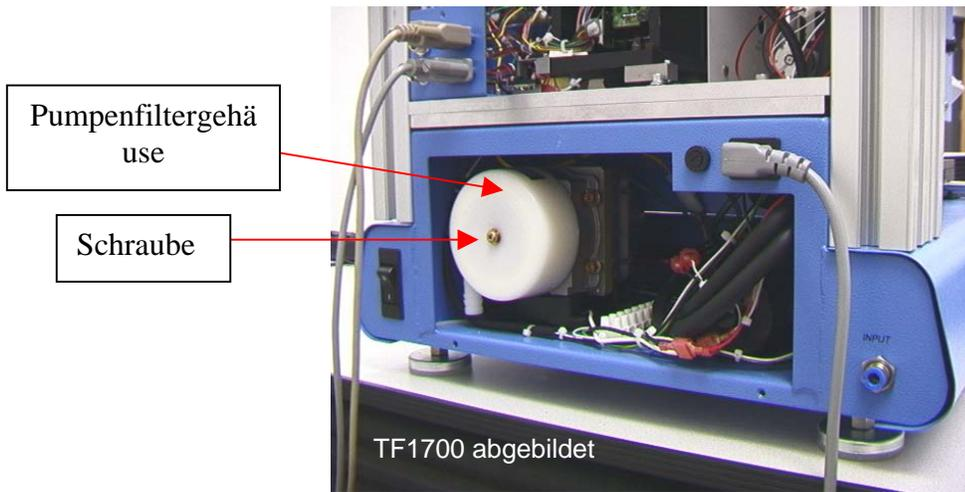

Abbildung 22a
- i. Öffnen Sie die Abdeckung an der Rückseite des Modells TF 1700 oder TF 2700. (Abbildung 22a)